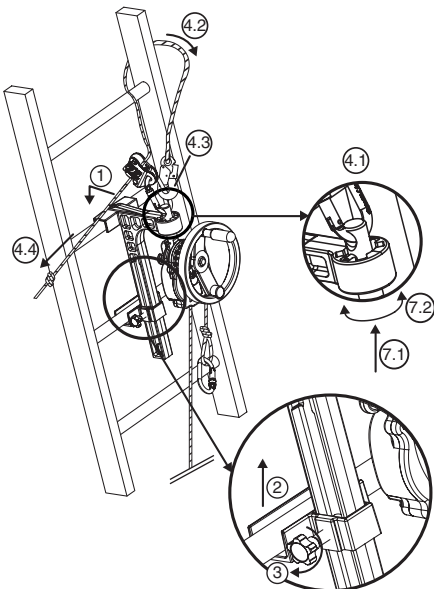

Fig. 6
#### 6.3.2. Derope™ UP B apparat (Fig. 6)
1. Installer den store konsol, der kan fastlåses på stigen trin, i den valgte position for at foretage redningsaktionen over den person, der skal evakueres (Fig. 6, 1).
2. Før blokeringsklodsen op til det trin, der er lige under trinnet, hvor den store konsol er sat fast (Fig. 6, 2).
3. Fastspænd klodsens blokeringsakse ved hjælp af fastspændingshåndtaget på siden af konsollen (Fig. 6, 3).
- Fastgør forbindelsesleddet til justeringsanordningen LCM 05 i hullet øverst på tilkoblingsaksen (Fig. 6, 4.1).
- Før sikringslinen omkring det trin på stigen, som ligger umiddelbart ovenover konsollen, ved at føre den omkring en af stignens vanger (Fig. 6, 4.2).
- Kobl sikringslinens forbindelsesled sammen med forbindelsesleddet på indstillingsanordningen LCM 05 (Fig. 6, 4.3).
- Stram sikringslinen ved at trække på den frie streng (Fig. 6, 4.4).
7. Vend Derope™ apparat efter behov ved at ændre tilkoblingsaksens position i indekseringsanordningen (Fig. 6, 7.1 – 7.2).